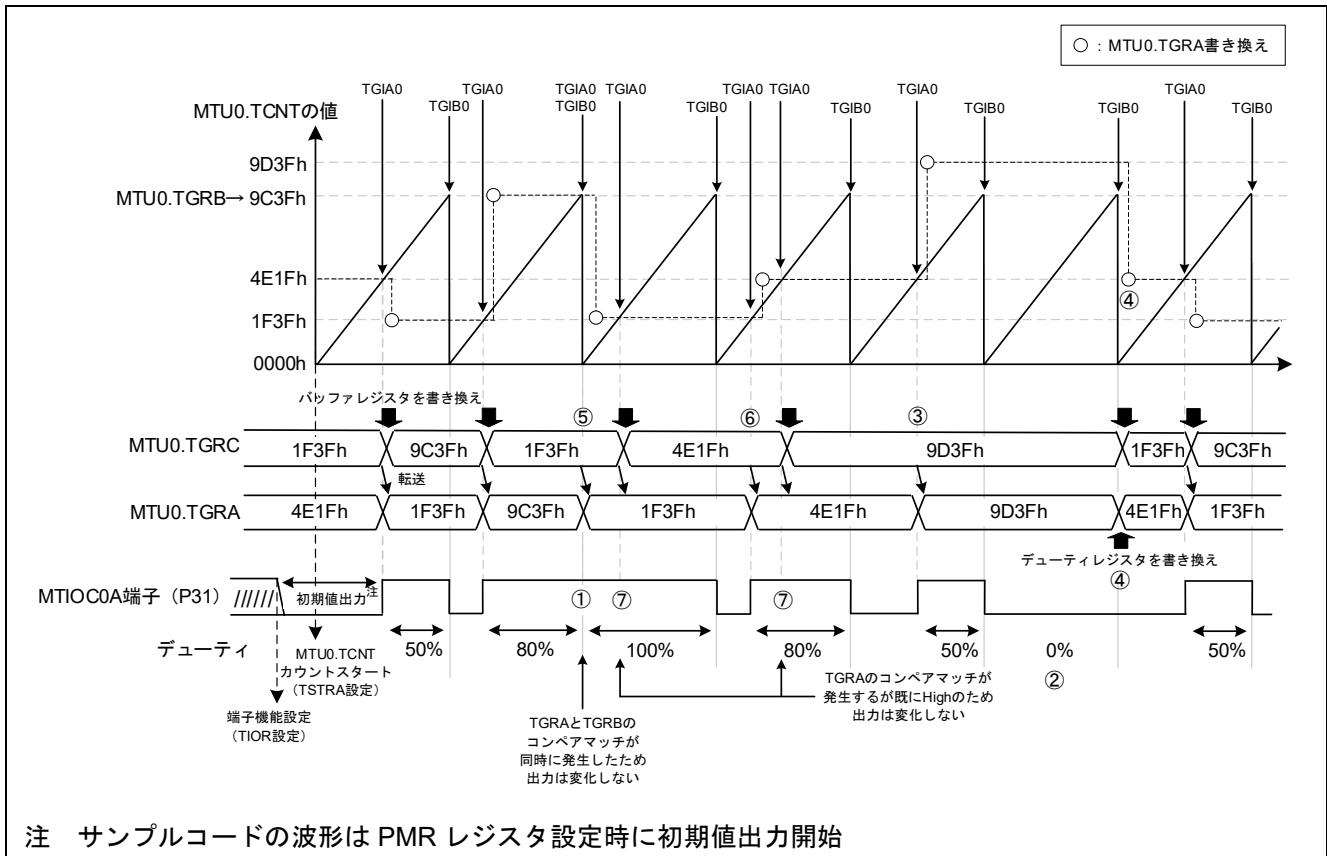

図 3-69 サンプルコードの動作
- デューティの変更タイミングの詳細は図 3-69 を参照
本サンプルコードの動作を図 3-69 に示します。周期ごとにデューティの設定を変更するため、デューティレジスタ TGRA のコンペアマッチ割り込み (TGIA0) でバッファレジスタ TGRC の値を書き換え、TGRA のコンペアマッチ発生時に TGRC の値をデューティレジスタ TGRA へ転送する動作を基本としています。
TGRA の値が TGRB と同じ場合、双方のコンペアマッチが同時に発生します。コンペアマッチが同時に発生すると出力は変化しないため、High を保持しデューティ 100%が出力されます（図 3-69 ①）。
TGRA の値が TGRB よりも大きい場合、TGRA のコンペアマッチが発生しないため Low を保持しデューティ 0%が出力されます（図 3-69 ②）。
1 周期期間 Low を継続しデューティ 0%を出力するために、TGRB よりも大きい値が TGRA に転送される TGIA0 の割り込みでは TGRC の値を書き換えません。TGIA0 発生時に TGRC の値を書き換えるタイミングを調整する必要があります（図 3-69 ③）。
デューティ 0%を出力した場合、TGRA が TGRB よりも大きいため TGRA のコンペアマッチが発生しません。そのため TGIA0 が発生しないので、バッファレジスタ TGRC の値を書き換えるタイミング、および TGRC の値を TGRA へ転送するタイミングがありません。デューティ 0%から 50%に切り替える場合は、TGIB0 発生時に TGRC レジスタと TGRA レジスタの値を直接書き換えます（図 3-69 ④）。
デューティ 100%から 80%へ切り替える場合、TGRB のコンペアマッチと同時に発生した TGRA のコンペアマッチを含め 2 回のコンペアマッチが発生するため、TGRC の値を書き換えるタイミングを調整する必要があります（図 3-69 ⑤）。
デューティ 80%から 50%へ切り替える場合、TGRA に現在の値よりも大きい値を設定します。これにより 1 周期に 2 回の TGRA コンペアマッチが発生するため、TGRC の値を書き換えるタイミングを調整する必要があります（図 3-69 ⑥）。
High 出力中に 2 回目の TGRA コンペアマッチが発生するため波形は変化しません（図 3-69 ⑦）。
バッファを使用せずに、図 3-69 と同様にデューティ 0%~100% の PWM 波形出力を行う場合の動作例を以下に示します。
詳細は、図 3-69 の⑥を参照してください。
詳細は、図 3-69 の④を参照してください。